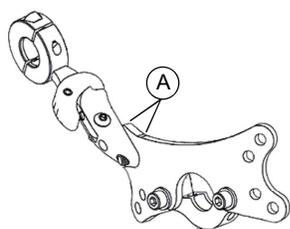

Fig. 3
2. Fare riferimento alla Fig. 3. Stringere bene (Fig. 3, A) i bulloni. Il supporto laterale per il volto ribaltabile può essere fissato a sinistra o a destra oppure essere utilizzato nelle configurazione unilaterale o bilaterale.
2. Fare riferimento alla Fig. 3. Stringere bene (Fig. 3, A) i bulloni. La piastra di interfaccia del supporto laterale per il volto per sistema PLUSH presenta 4 posizioni di montaggio laterale.